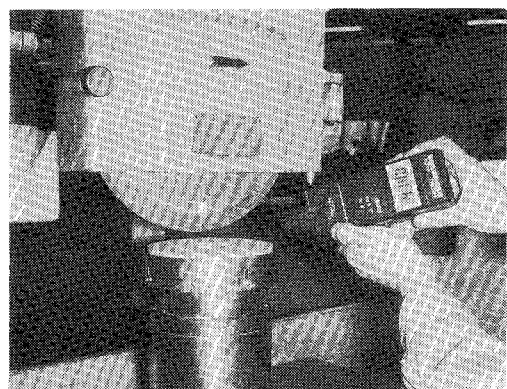

図 2-12
(4) ツルーアイングを行う。
- ① 非接触回転計を使ってダイヤモンド砥石の回転数( $N_D$ )と、ロータリドレッサの回転数( $N_R$ )を測定し、調整する(図2-12)。